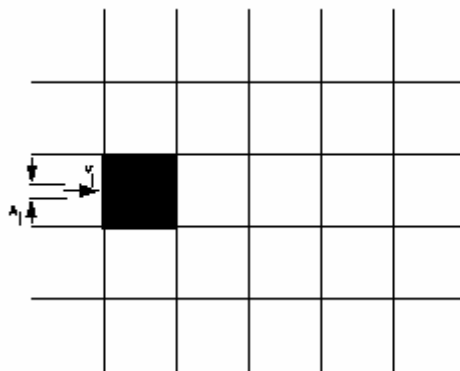

Figure 1: Defining a Source for a Tiny Inlet
- 流动的源项不能用入口描述，比如流出的量。如果你需要模拟比单元小的入口，你可以将小入口所在的单元放在它自己的流体区域中然后定义那个区域的质量、动量、能量源项。对于图 1 所示的例子，你需要设定质量源项 $(m(\dot{)} / V) = (r_j A_j v_j / V)$ 和动量源项 $(m(\dot{)} v / V) = (m(\dot{)} v_j / V)$ ，其中 V 是单元体积。